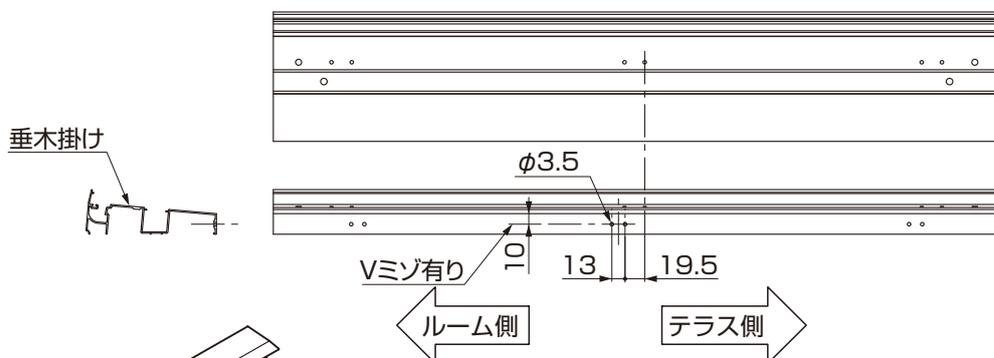

図1-4
- ① 垂木掛けに上部方立取付け用のφ3.5の穴をあけてください。(図1-4参照)
- ② 上部方立金具を垂木掛けに【29-1】または、【30-1】、【31-1】で取付けてください。
- ③ 上部方立取付け用の穴位置を躯体にけがいて、φ3.5の下穴をあけてください。
- ④ 上部方立を上部方立金具にスライドさせ【29-2】または、【30-2】、【31-2】で取付けてください。
- ⑤ 上部方立に上部方立キャップを【29-1】または、【30-1】、【31-1】で取付けてください。